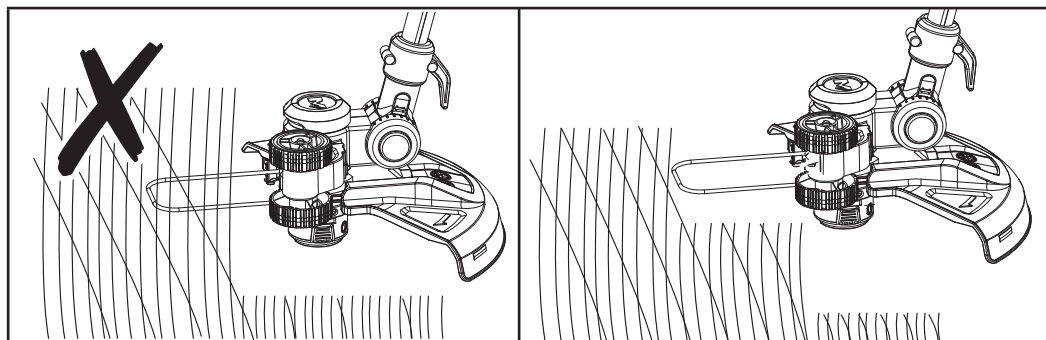

Fig. 10
- Não deixe a tampa da bobina (16) cair no chão.
- Certifique-se de que a máquina permanece limpa e livre de cortes que possam causar o seu encravamento. Verifique regularmente. Liberte o interruptor para ligar/desligar (2) e desligue a bateria (19) antes de verificar.
- Apare a relva mais comprida por fases; não corte relva comprida de uma só vez. Para obter os melhores resultados, corte a relva mais alta por fases (Fig. 10).